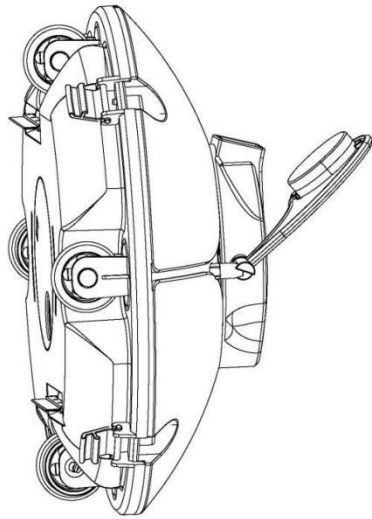

Figura 1
a. Al poner el robot en el agua, sosténgalo verticalmente en el agua (Figura 1), durante unos segundos, vaciándolo todo lo posible de las burbujas de aire, primero sumerja la máquina verticalmente en el agua y luego gire la máquina a 90° horizontalmente en el agua (Figura 2), para vaciar completamente el aire atrapado. Luego, toque la tecla para encenderlo y colóquelo correctamente sobre sus ruedas en la parte superior, utilizando el cable suministrado.